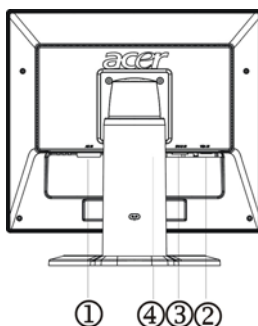

Figura 2 Collegare i cavi
2. per ruotare lo schermo, sollevarlo al massimo, come illustrato nella Figura 2.